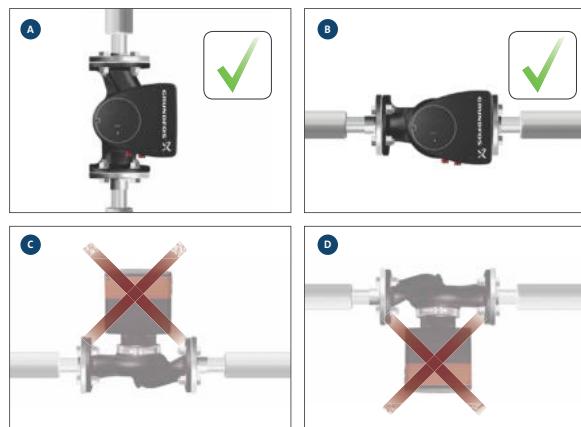

Abb. 8 Pumpe mit horizontal ausgerichteter Motorwelle
- Eine Pumpe, die ordnungsgemäß in einer vertikal verlaufenden Rohrleitung eingebaut ist. Siehe Abb. 8, Pos. A.
- Eine Pumpe, die ordnungsgemäß in einer horizontal verlaufenden Rohrleitung eingebaut ist. Siehe Abb. 8, Pos. B.
- Bauen Sie die Pumpe nicht so ein, dass sich die Motorwelle in vertikaler Position befindet. Siehe Abb. 8, Pos. C und D.